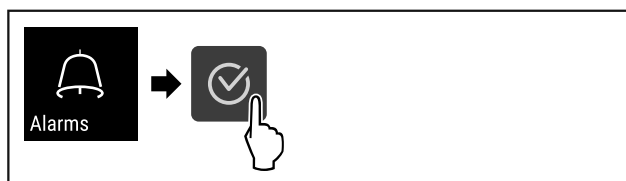

Fig. 96
- ▶ Obavite korake postupka (pogledajte Fig. 96) .